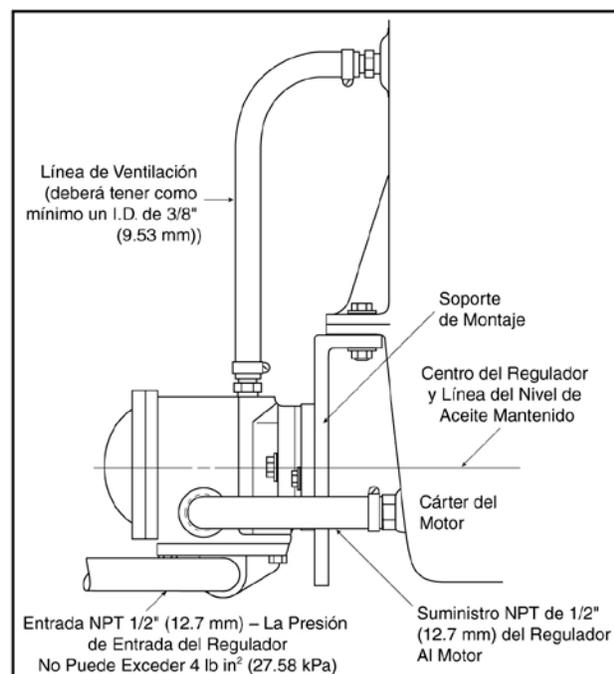

Figura 1 – Instalación del Regulador
7. **TENDRÁ** que ser instalada una línea de ventilación. Conecte como mínimo una línea de ventilación con I.D. de 3/8" (9.53 mm) del puerto en el tope del regulador hasta un puerto en el motor que esté arriba del nivel del aceite – para la mejor performance, la línea de ventilación deberá tener como mínimo un I.D. de 3/8" (9.53 mm). Si no hay puertos disponibles debajo de los pistones, usted podrá conectar a las tapas de válvula (vea la Figura 1).
8. Conecte la línea de suministro del motor, como mínimo un I.D. de 1/2" (12.7 mm), de la salida del regulador al tapón del drenaje auxiliar o a un "T" en el tapón de drenaje existente (vea la Figura 1).
9. Conecte la línea de suministro del regulador, con I.D. mínimo de 1/2" (12.7 mm), del tanque de reserva de aceite a la entrada del regulador (vea la Figura 1).